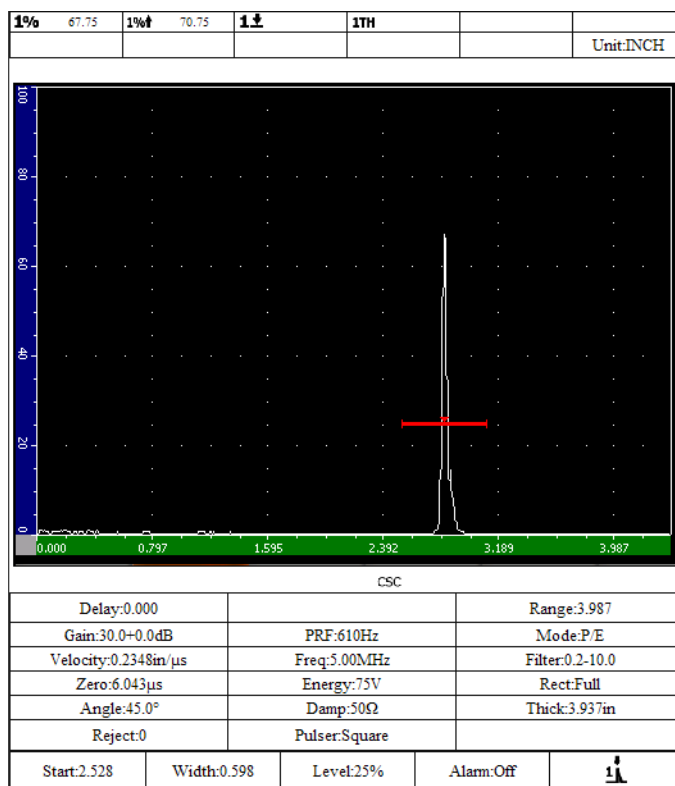

Рис. 10-8 Пример отчёта
8. Нажмите **[2nd F], [RECALL SETUP] (PRINT)**, чтобы распечатать отчёт 6 (см. пример отчёта на Рис. 10-8 на стр. 191).